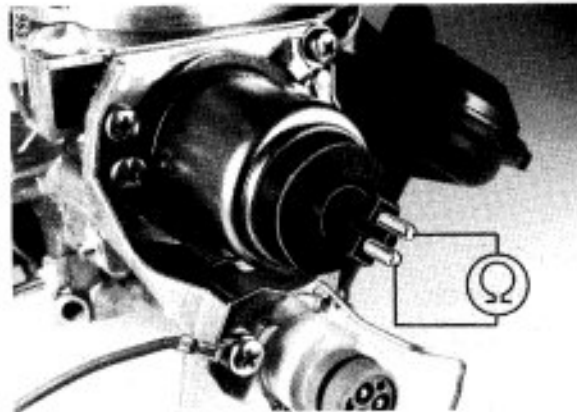

Bild 8
5. VORDROSSELSTELLER (Bild 8 – 11)
5.1 Widerstand (Bild 8)